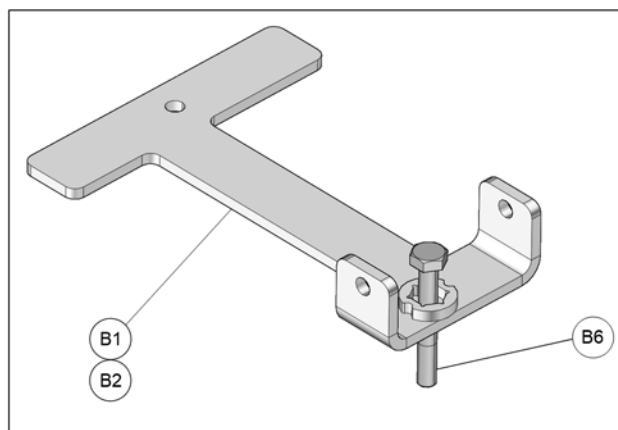

Fig. 4
4. Insérer le boulon M10x75mm (**B6**) fourni dans chacun des ancrages de suspension arrière (**B1-B2**), comme montré à la Fig. 4